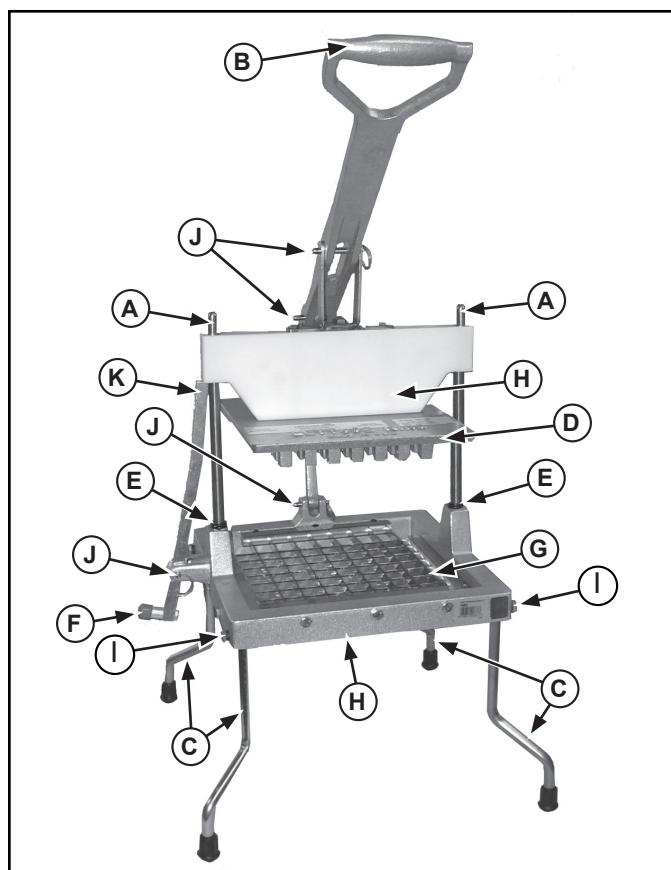

Figure 2. Caractéristiques et commandes du Lettuce King IV.
2. Insérez les pieds (C) dans les trous du socle (D) de manière à ce que la partie inclinée du pied soit tournée vers l'extérieur. Voir la figure 2.
3. Fixez les pieds (C) au socle (D) à l'aide des vis (A) et des rondelles en caoutchouc (B). Voir la figure 2.
Lettuce King IV: Tenez la poignée (B), enlevez la main de la zone du jeu de lames et placez cette main sur le levier du verrou (F). Poussez le levier du verrou (F) à l'intérieur pour libérer le bras du verrou de (D). Voir la figure 2.
4. Enlevez les vis qui fixent le jeu de lames (I). Enlevez et jetez avec précaution le jeu de lames. Voir la figure 2.
5. Examinez la tête de poussée (D). S'ils sont ébréchés ou ébavurés, lissez les bords avec une petite lime plate.
6. Assurez-vous que les protections de lame (BB) sont installées sur le jeu de lames (DD et CC). Pour le Lettuce King IV, voir la vue éclatée.
7. Placez le jeu de lames inférieur (CC) dans le cadre (H) de sorte à le loger correctement, le côté tranchant vers le haut.
8. Installez les vis par la gauche du jeu de lames (G). Serrez jusqu'à ce qu'elles touchent le cadre (H). Tournez la vis jusqu'à ce qu'elle soit serrée, sans dépasser 1/2 tour ou 40 po-lb.
9. Placez la rondelle en caoutchouc entre le cadre droit (H) et le jeu de lames (CC). Insérez les vis dans le cadre et la rondelle en caoutchouc dans le jeu de lames. Tournez la vis jusqu'à ce qu'elle soit serrée, sans dépasser 1/2 tour ou 40 po-lb.
10. Placez le jeu de lames supérieur (DD) dans le cadre (H) de sorte à le loger correctement, le côté tranchant vers le haut.
11. Installez les vis par l'avant du jeu de lames (DD). Serrez jusqu'à ce qu'elles touchent le cadre (H). Tournez la vis jusqu'à ce qu'elle soit serrée, sans dépasser 1/2 tour ou 40 po-lb.
12. Placez la rondelle en caoutchouc entre le cadre arrière (H) et le jeu de lames (DD). Insérez les vis dans le cadre et la rondelle en caoutchouc dans le jeu de lames. Tournez la vis jusqu'à ce qu'elle soit serrée, sans dépasser 1/2 tour ou 40 po-lb.